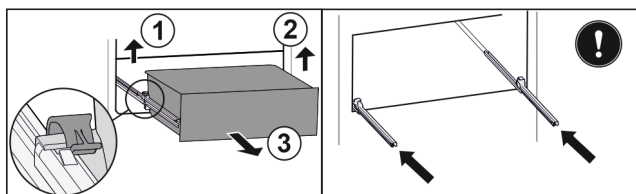

Fig. 219
- ▶ 提起左侧夹子，同时将抽屉左侧向前拉。 Fig. 219 (1)
- ▶ 提起右侧夹子，同时将抽屉右侧向前拉。 Fig. 219 (2)
- ▶ 朝前取出抽屉。 Fig. 219 (3)